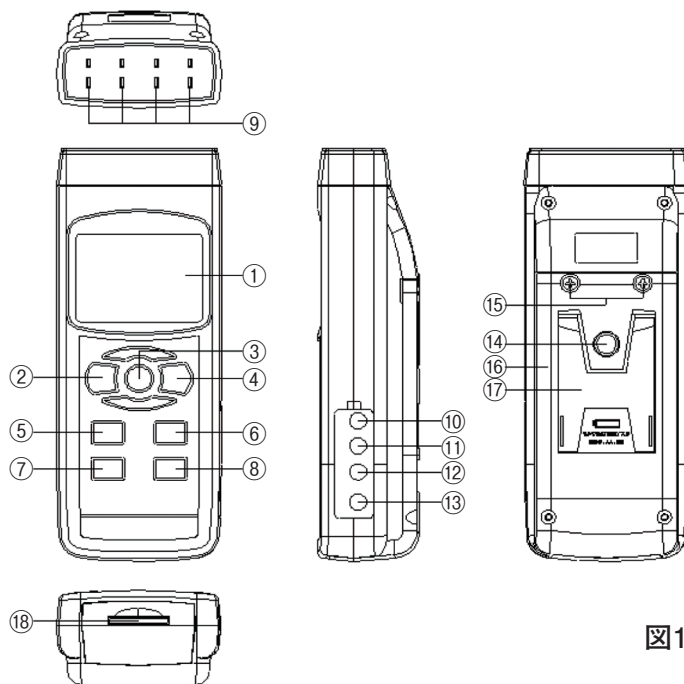

図1
まず初めに、データロガー等の機能を有効にするために、現在時刻等の設定等を行う必要があります。POWER(電源)ボタン(②、図1)を押して、本器の電源を入れます。また、このボタンを2秒以上長押しすると電源が切れます。
電源を入れた状態でSETボタン(⑦、図1)を2秒以上長押しすると「Set dAtE」と表示部(①、図1)に表示され、「初期設定」モードに入ります。そしてNEXTボタン(③、図1)を一回ずつ押す毎に下記の8つの設定画面に切り替わります。
備考:「初期設定」機能を実行中にESCボタン(②、図1)を押すと、「初期設定」機能が終了し、通常測定画面に戻ります。
(1) ENTERボタン(④、図1)を1回押します。▲ボタン(⑤、図1)または▼ボタン(⑥、図1)を押して、値を調整してください。希望する値を設定し、再度ENTERボタン(④、図1)を一度押すごとに、次の値の調整に移ります。最初に年(yy)の値を設定し、次に月(mm)の値を設定し、さらに日(dd)、時間(h)、分(m)、秒(s)へと移行します。
(2) 最後に、ENTERボタン(④、図1)を1回押します。
- (1)▲ボタン(⑤、図1)または▼ボタン(⑥、図1)を使用して上段に表示されるテキストを「bASI」または「Euro」に設定します。
- (2)最後に、ENTERボタン(④、図1)を押します。
- (1)▲ボタン(⑤、図1)または▼ボタン(⑥、図1)を使用して上段に表示されるテキストを「yES」または「no」に設定します。
(2)最後に、ENTERボタン(④、図1)を押します。
(1)▲ボタン(⑤、図1)または▼ボタン(⑥、図1)を使用して、画面上段に表示されるテキストを「C」または「F」に合わせます。
(1)▲ボタン(⑤、図1)または▼ボタン(⑥、図1)を使用して下記のいずれかの値に設定します。
(2)最後に、ENTERボタン(④、図1)を一度押します。
(1)▲ボタン(⑤、図1)または▼ボタン(⑥、図1)を押して、上段に表示されるテキストを「yES」または「no」に設定してください。
- (1) POWER(電源)ボタン(②、図1)を押して、本器の電源を入れます。
- (2) 使用する熱電対センサーのタイプ(K、J、T、E、R、S)に切り替えます。(6. センサータイプの選択の項参照)
- (3) 別売の熱電対センサーのミニチュアコネクタを熱電対センサー入力端子(T₁、T₂、T₃、T₄) (⑨、図1)のいずれかに差し込みます。(同時に4点までの温度測定が可能です。)
- (4) センサーの感部を測定対象にかざし(または、直接接触させたり突き刺す)、表示部(①、図1)の測定値が安定したら数値を読み取ります。
※接続した熱電対センサー入力端子(T₁、T₂、T₃、T₄) (⑨、図1)に対応する表示部(①、図1)のT₁、T₂、T₃、T₄のそれぞれの値を読み取ります。熱電対センサー入力端子(T₁、T₂、T₃、T₄)のいずれかに熱電対センサーのミニチュアコネクタが差し込まれていない場合や、使用しているセンサーが断線した時等は、表示部のそれぞれに" _ _ _ _ _ "が表示されます。
- (2) 使用する熱電対センサーのタイプを"Pt"に設定します。(6. センサータイプの選択の項参照)
- (3) 白金測温抵抗体 Pt100Ωセンサー TP-101 (別売)のイヤフォンジャックを白金測温抵抗体 Pt100Ωセンサー入力端子(PT1) (⑩、図1)または(PT2) (⑪、図1)に差し込みます。このタイプのセンサーは同時に2点までの温度測定が可能です。
(4) センサーの感部を測定対象にかざし(または、直接接触させたり突き刺す)、表示部(①、図1)の測定値が安定したら数値を読み取ります。
端子(T1)に差し込みます。OFFSETボタン(⑧、図1)を2秒以上長押ししてください。下記の画面が表示されます。
▲ボタン(⑤、図1)または▼ボタン(⑥、図1)を押して表示部(①、図1)の右下の数値を希望の数値にオフセット調整を行ってください。設定が完了したらENTERボタン(④、図1)を押して設定を保存して作業を終了し通常の測定画面に戻ります。
- (2)白金測温抵抗体Pt100Ωセンサー使用時のオフセットについて使用するセンサーのタイプを"Pt"に切り替えてください。(6.センサータイプの選択の項参照)白金測温抵抗体 Pt100Ωセンサー TP-101(別売)のイヤフォンジャックを白金測温抵抗体 Pt100Ωセンサー入力端子(PT1)(⑩、図1)または(PT2)(⑪、図1)に差し込みます。OFFSETボタン(⑧、図1)を2秒以上長押ししてください。下記の画面が表示されます。